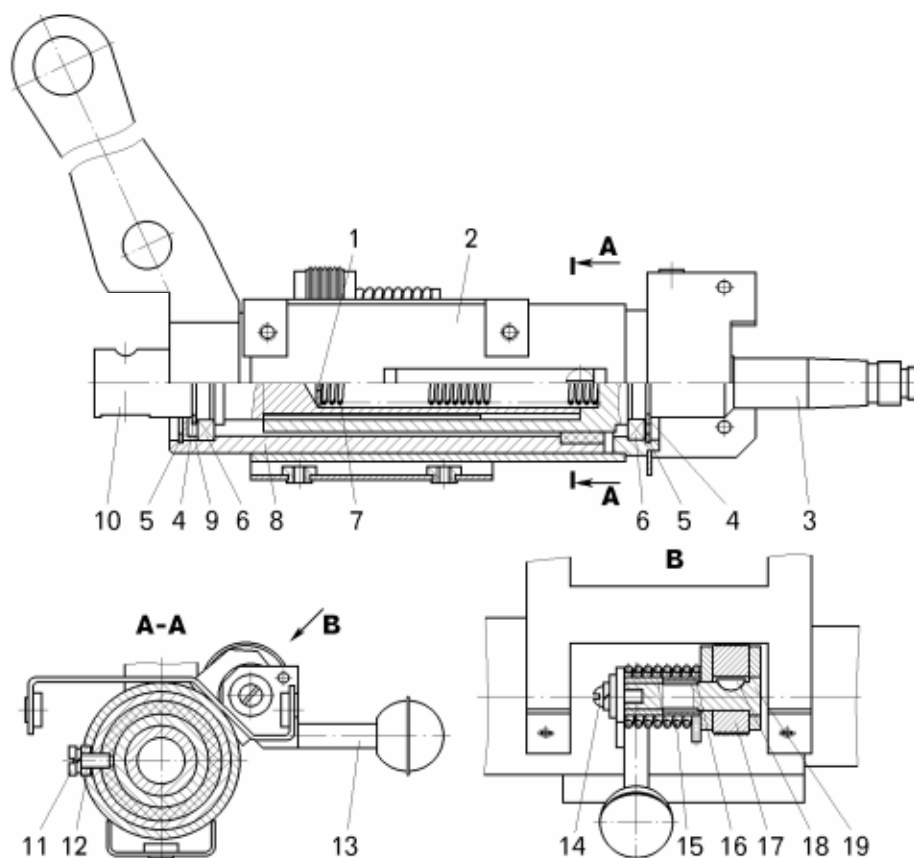

Рисунок 11.3 – Колонка рулевого управления:
- отвернуть винт 11 (рисунок 11.3) и снять его с кольцом 12;